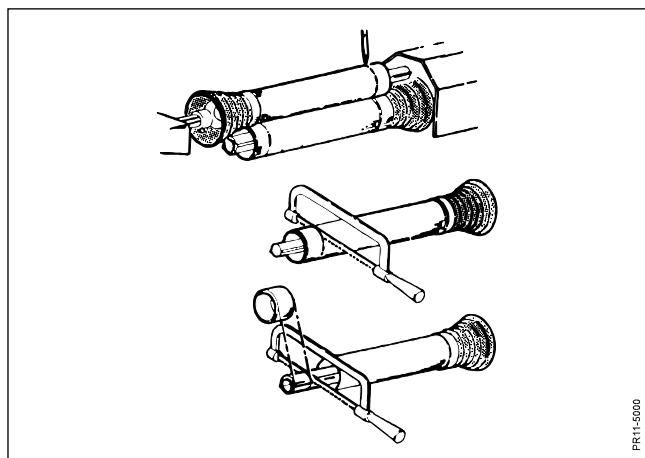

Fig. 2-3
**Fig. 2-3** Fastgør kraftoverføringshalvparterne til henholdsvis PTO og PIC, når disse er i samme vandrette plan, og lige over for hinanden. (Den ved denne maskine korteste afstand).